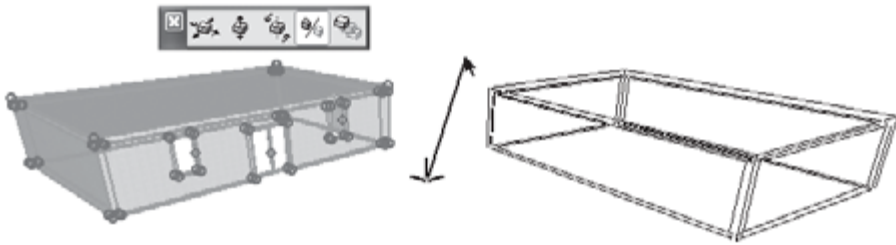

Рис. 8.17. Зеркальное отражение объекта
5. Переместите указатель мыши в конечную точку оси отражения. Контур зеркального отражения объекта будет перемещаться вместе с указателем мыши, указывая текущее положение объекта (рис. 8.17).